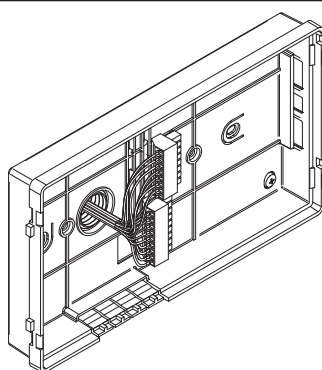
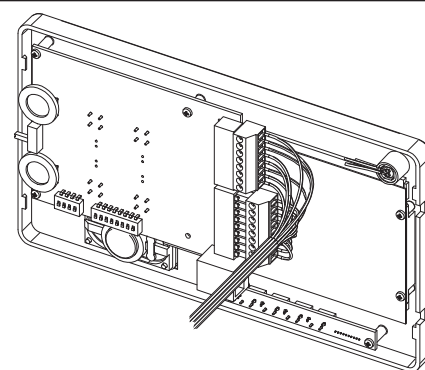

Fig. 5
Fig. 6
5. Comme illustré sur la **Fig. 5**, effectuer le raccordement des conducteurs aux borniers mobiles selon le schéma fourni. Connecter les borniers à l'électronique ancrée au couvercle de l'interphone vidéo comme illustré sur la **Fig. 6** et procéder au test de l'installation avant de fermer l'interphone vidéo : les trimmers de réglage du contraste et de saturation de l'image sont accessibles uniquement avec l'interphone vidéo ouvert. Pour activer l'écran et voir les changements, utiliser la fonction « Allumage automatique » en appuyant sur le bouton **3**).